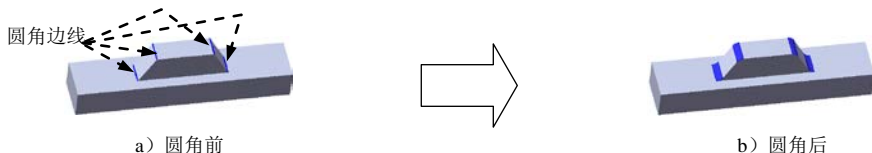

图 15.3.13 圆角 1
Step4. 创建图 15.3.13 所示的圆角 1。
(1) 选择命令。选择下拉菜单 **插入(I)** → **特征(F)** → **圆角(U)...** 命令(或单击  按钮)，系统弹出“圆角”对话框。
(2) 定义圆角类型。采用系统默认的圆角类型。